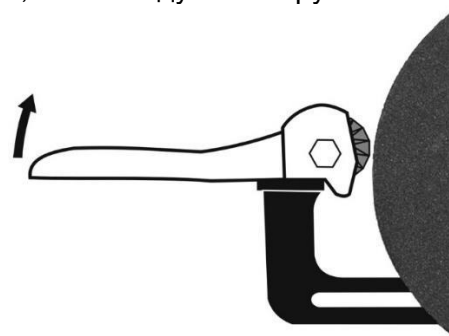

Рис. 8
1. Отведите подручник так, чтобы выступающая часть правильного устройства могла зацепиться за внутренний край подручника (См. Рис. 8).